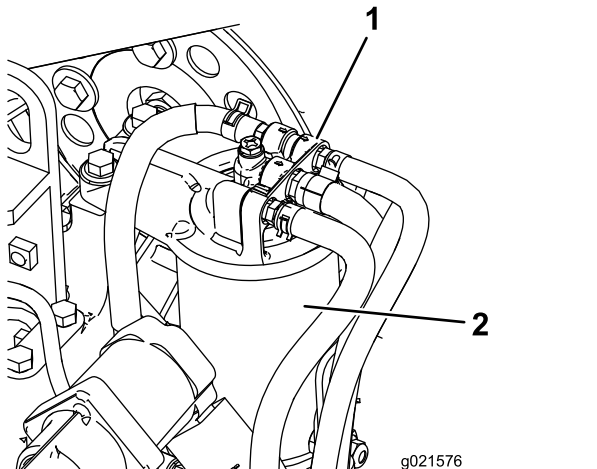

Figura 77
1. Limpie la zona alrededor de la cabeza del filtro de combustible (Figura 77).
2. Retire el filtro y limpie la superficie de montaje de la cabeza del filtro (Figura 77).